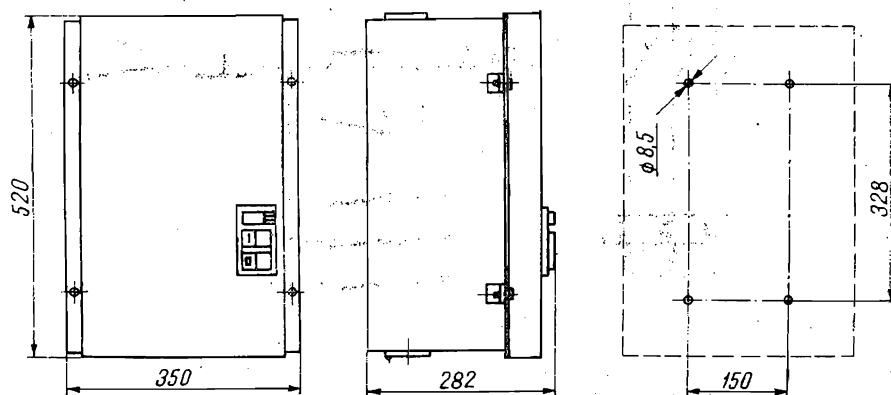

Fig. 5.37. Contactor cu relee în carcasă de metal 100 A cod 3235.
- cu carcasă din metal (fig. 5.37 și 5.38).